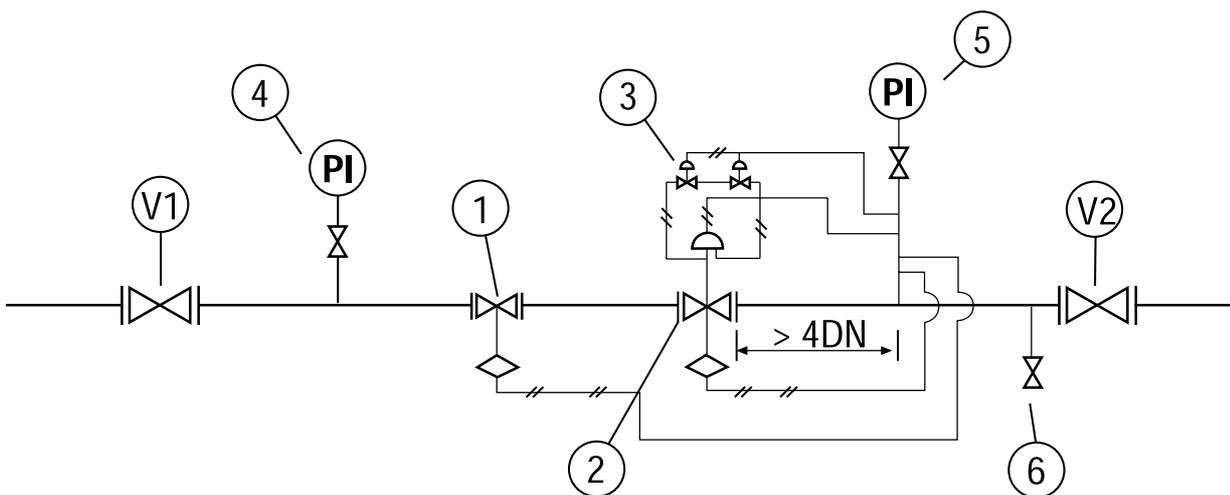
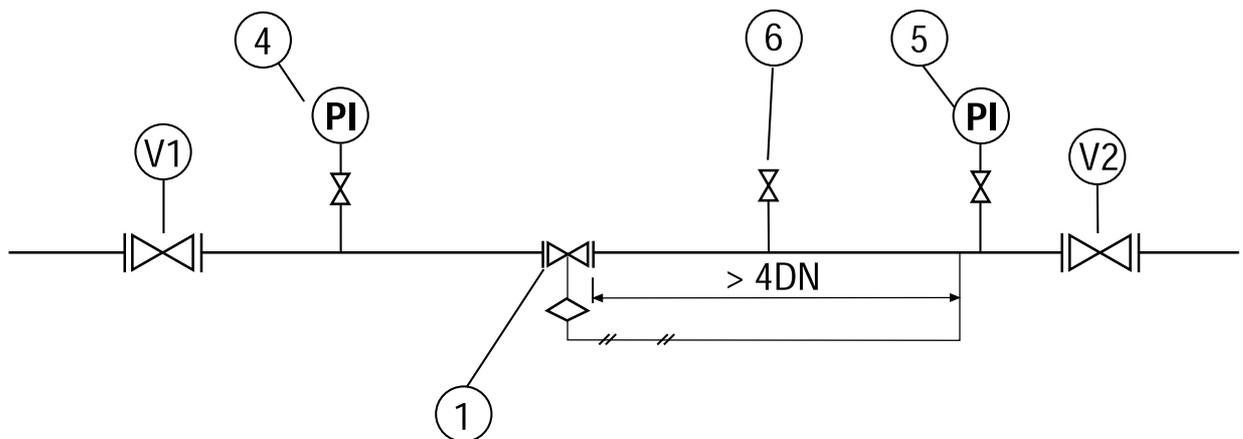

Fig. 3
Fig. 4
Per ottenere un corretto funzionamento è indispensabile che la presa di impulso di valle sia collegata ad un tratto rettilineo della tubazione di valle stessa con lunghezza secondo fig. 3 e 4 e che la velocità massima dei gas nel punto di presa non superi i valori di 30 m/sec.
Le più frequenti tipologie di installazione della valvola di blocco DILOCK sono rappresentate nella fig. 3 e 4. Nella fig. 3 è schematizzata l'installazione su una linea di riduzione della pressione, nella fig. 4 è raffigurata l'installazione su un tronco generico.
For proper regulation, it is indispensable for the downstream sensing line to be connected to a rectilinear stretch of the downstream piping itself with a length in accordance with the fig. 3 and 4 and with a maximum gas speed at the take-off point not exceeding 30 m/sec.
The most common types of installation for the DILOCK cut-off device are shown in figures 3 and 4. Figure 3 shows installation in a pressure regulation line, figure 4 shows installation on a generic trunk.
- 1 Valvola di blocco fig. 4
- 2 Reg. di pressione con incorporata valvola di blocco fig. 3
- 1 Gas safety cut-off device fig. 4
- 2 Pressure regulator with built-in cut-off device fig. 3